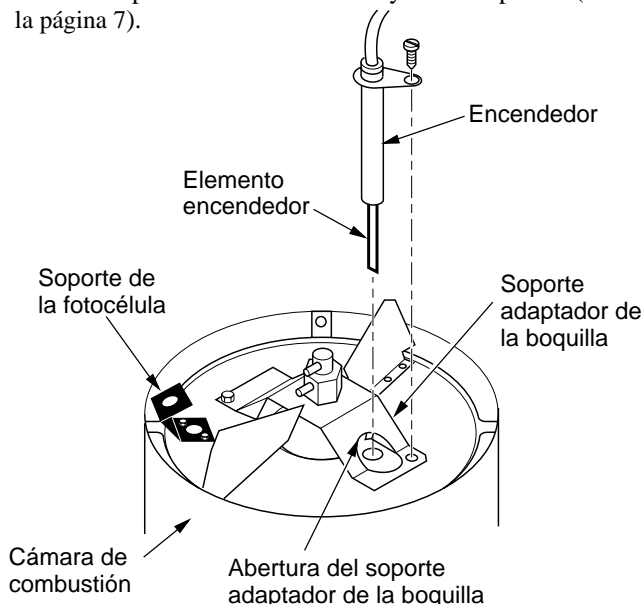
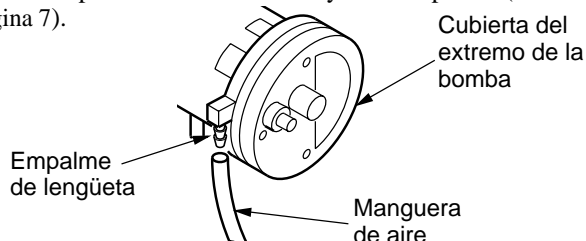

Figura 12 - Reemplazo del encendedor
Figura 16 - Manguera de aire a empalme de lengüeta
- Desmonte la cámara de combustión. Coloque la cámara de combustión sobre un lado, con el lado del soporte adaptador de la boquilla hacia arriba (consulte la figura 12).
- Guíe cuidadosamente el encendedor dentro de la abertura en el soporte adaptador de la boquilla. No golpee el elemento encendedor. Conecte el encendedor al soporte adaptador de la boquilla con el tornillo utilizando un sacatuercas de 5/16 pulgadas (consulte la figura 12). Apriete de 0,90 a 1,69 N-m (8 a 15 pulg-lb). No apriete demasiado.
4. Inspeccione las mangueras de las líneas de combustible y aire para buscar rajaduras y/u orificios. Si la manguera de la línea de combustible está dañada, desconéctela del adaptador de la boquilla (consulte la figura 12, página 9) y del filtro de combustible (consulte *Filtro de combustible*, página 8). Si la manguera de la línea de aire está dañada, desconéctela del adaptador de la boquilla (consulte la figura 12, página 9) y del empalme de lengüeta en la cubierta del extremo de la bomba de combustible (consulte la figura 16).
5. Instale la nueva línea de aire y/o combustible. Conecte un extremo de la manguera de la línea de aire al empalme de lengüeta en la cubierta del extremo de la bomba (consulte la figura 16) y el otro extremo al adaptador de la boquilla (consulte la figura 12, página 9). Conecte un extremo de la manguera de la línea de combustible al filtro de combustible (consulte *Filtro de combustible*, página 8) y el otro extremo al adaptador de la boquilla (consulte la figura 12, página 9).
*Nota:* Direccione las mangueras como se muestra en la figura 12, página 9. Las mangueras no deben tocar el soporte de la fotocélula.